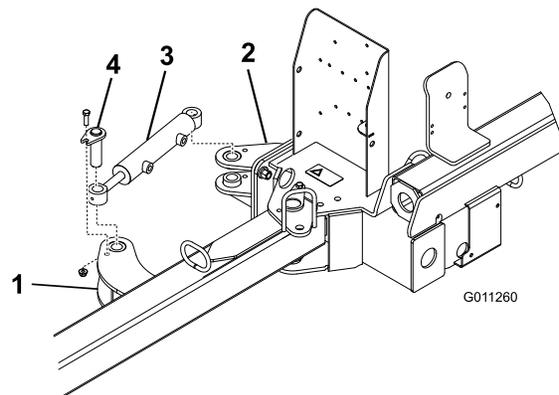

图6
2. 用插销组件、螺栓 $\frac{3}{8} \times 1\frac{1}{4}$ 英寸 和凸缘螺母 $\frac{3}{8}$ 英寸 将液压油缸的两端固定到提升器凸耳上 图6。